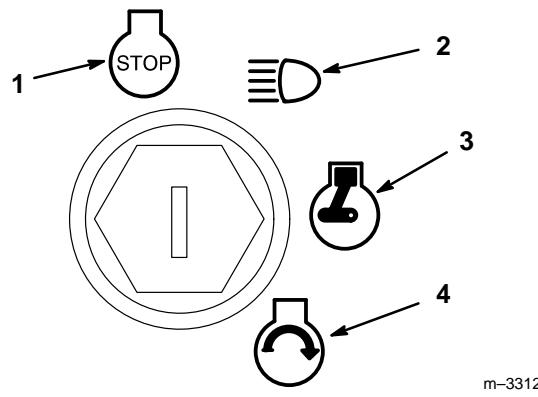

Abbildung 13
6. Den Zündschlüssel im Uhrzeigersinn drehen und auf Position START halten (Abb. 13). Wenn der Motor anspringt, den Schlüssel loslassen.
2. Den Zündschlüssel auf STOP drehen (Abb. 13).